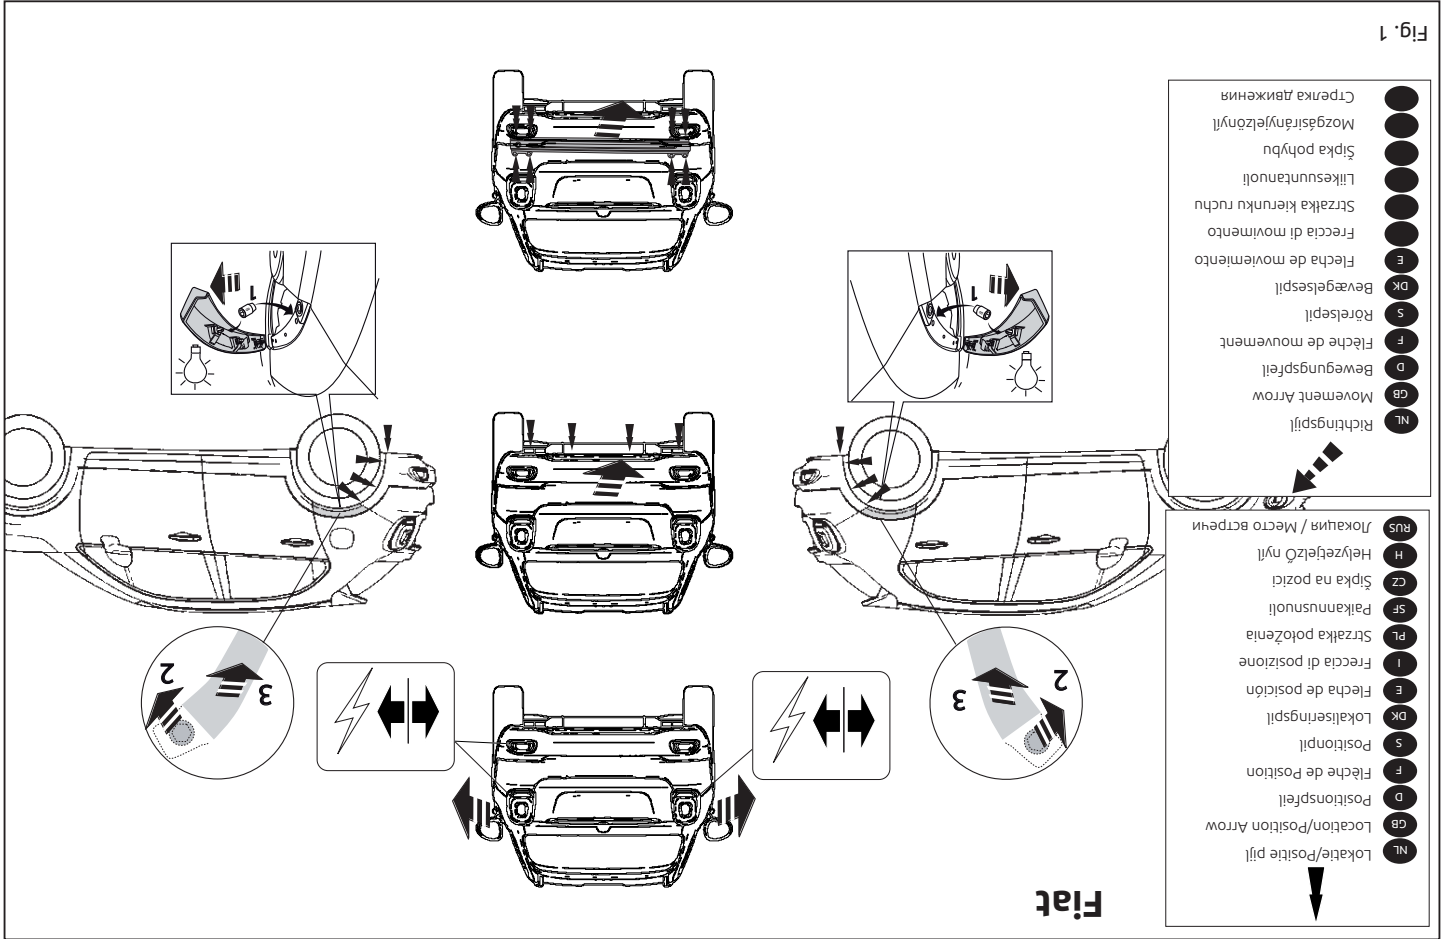

Fig. 1
1. Die Rücklichter abmontieren. Die Stoßstange einschließlich des Stoßbalkens vom Fahrzeug abmontieren. Der Stoßbalken wird nicht mehr benötigt. Siehe Abbildung 1, 1a.
1. Снять оба блока задних фар. Снять бампер вместе со буферным брусом автомобиля. Буферный брус больше не понадобится. См. рисунок 1, 1а.
1. Démontez les feux arrière. Déposer le pare-chocs du véhicule y compris la traverse ; la traverse ne sera plus utilisée. Voir la figure 1, 1a.